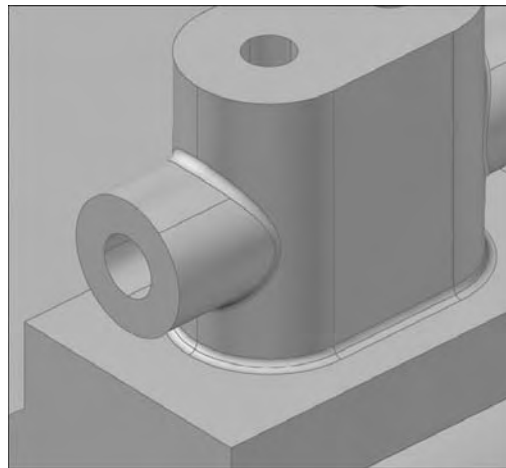

Fig.16.21
- 3 Pour finaliser l'ensemble effectuez des raccords aux différentes jointures (fig.16.21 et 16.22) avec un rayon de 1.75 cm.